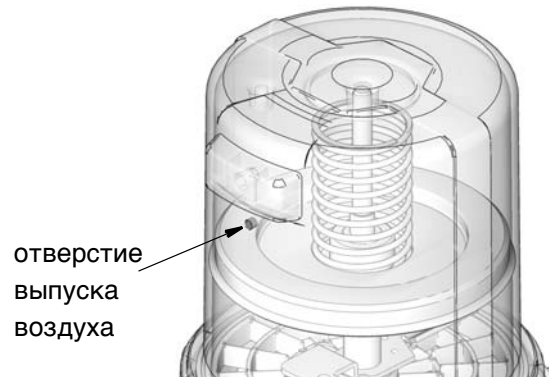

Рис. 15
3. Заливайте смазку в бак до тех пор, пока уплотнение пластины не откроет отверстие выпуска воздуха (Рис. 15) и из бака не выйдет большая часть воздуха.